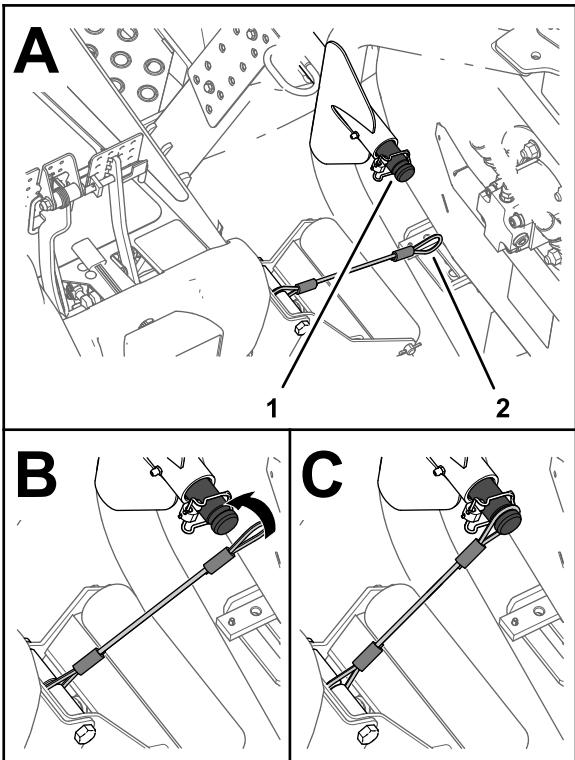

Bild 26
- Fluchten Sie die Verbindungsleine zur Trägerwelle des Hubarms für das äußere Frontmähwerk aus (Bild 26).
- 6. Schieben Sie die Schleife der Verbindungsleine über die Trägerwelle, bis die Verbindungsleine fest in der Rille der Welle sitzt (**Bild 26**).